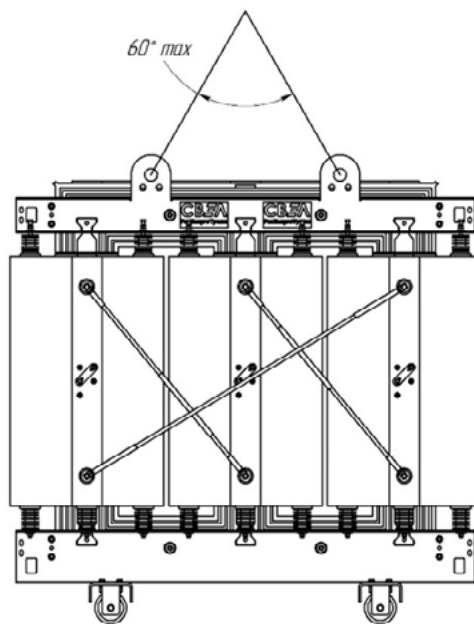

Рисунок 5 – Схема строповки трансформатора
3.6 Для строповки трансформатора при помощи крана или вилочного погрузчика необходимо одновременно использовать все 4 пластины либо рым-гайки для подъема (смотри рисунок 5). Схема строповки указана в габаритном чертеже. Угол между стропами не должен превышать 60° .